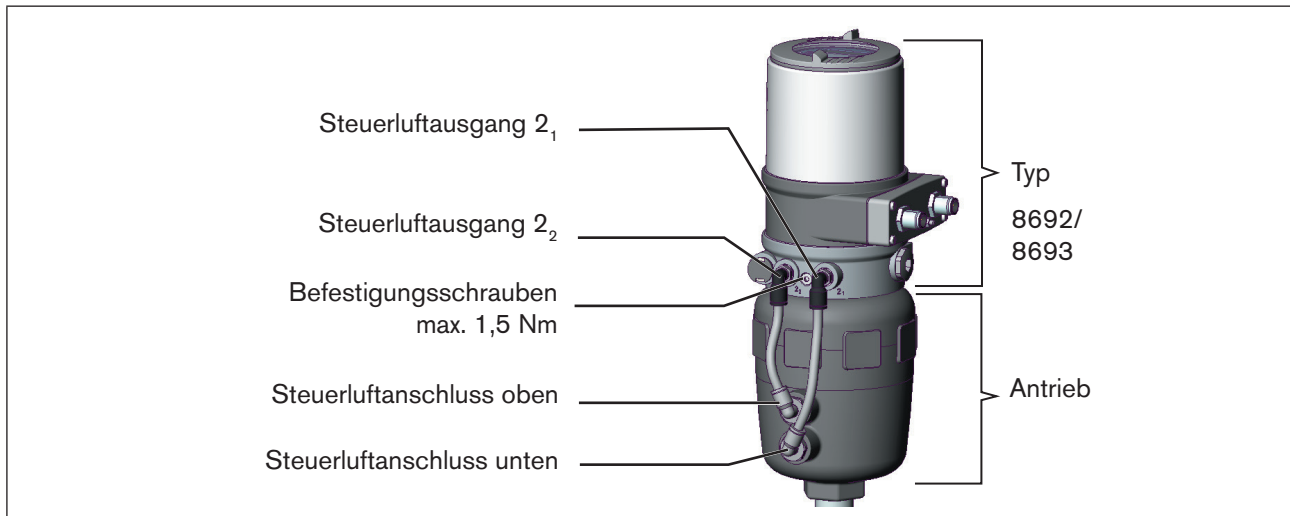

Bild 20: Montage des Typs 8692/8693 an Prozessventile der Reihe 26xx und 27xx
Darauf achten, dass die pneumatischen Anschlüsse des Typs 8693/8693 und die des Antriebs vorzugsweise vertikal übereinander liegen (siehe „Bild 20“).
- Den Typ 8692/8693 mit den beiden seitlichen Befestigungsschrauben auf dem Antrieb befestigen (siehe Bild „Bild 20“). Dabei die Schrauben nur leicht anziehen (maximales Anziehdrehmoment: 1,5 Nm).